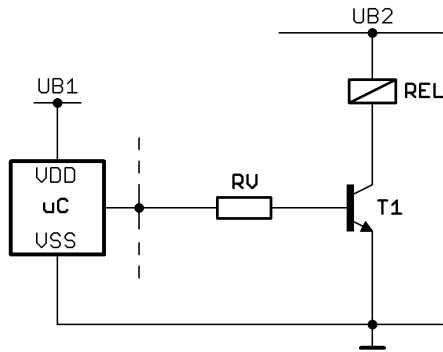

Abb. 2.1: Schaltung
- Abb. 2.1: Modifizieren Sie die Schaltung so, dass T1 sicher sperrt. / 3
- Abb. 2.1: Zeichnen Sie FD ein;